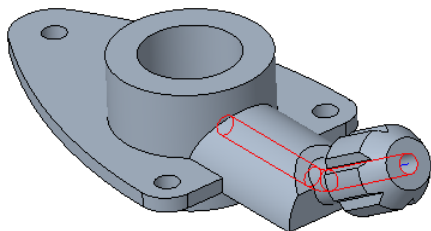

图 3-141 创建扫描切除特征
- 退出草绘环境后，单击“扫描”操控板中的“移除材料”按钮，最后单击“应用”按钮，完成扫描切除特征的创建，如图 3-141 所示。